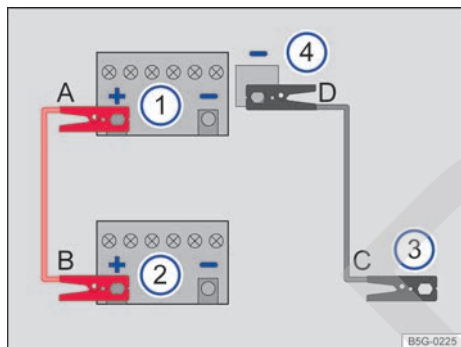

Fig. 200 Esquema para conectar los cables de arranque en el caso del vehículo que suministra la corriente.
Legenda de la fig. 200:
Los cables de arranque solo se deberán conectar siguiendo el orden A – B – C – D → fig. 200.
- Conecte un extremo del cable de arranque *rojo* al polo positivo (+) del vehículo con la batería descargada → fig. 200 ① → ▲.
- Conecte el otro extremo del cable de arranque *rojo* al polo positivo (+) de la batería del vehículo que suministra la corriente → fig. 200 ②.
- Conecte un extremo del cable de arranque *negro* → fig. 200 ③ preferentemente a una toma para la ayuda de arranque (terminal de masa); de lo contrario, a la argolla de remolque delantera previamente enroscada, al bloque motor o a una pieza de metal maciza atornillada fijamente al bloque motor.
- Conecte el otro extremo del cable de arranque *negro* → fig. 200 ④ preferentemente a la toma para la ayuda de arranque (terminal de masa) → pág. 270 del vehículo con la batería descargada; de lo contrario a la argolla de remolque delantera → pág. 272 previamente enroscada, al bloque motor o a una pieza de metal maciza que vaya atornillada fijamente al bloque motor → ▲.
- Desconecte los cables de arranque únicamente en el orden **D – C – B – A** → fig. 200 con los motores en marcha.